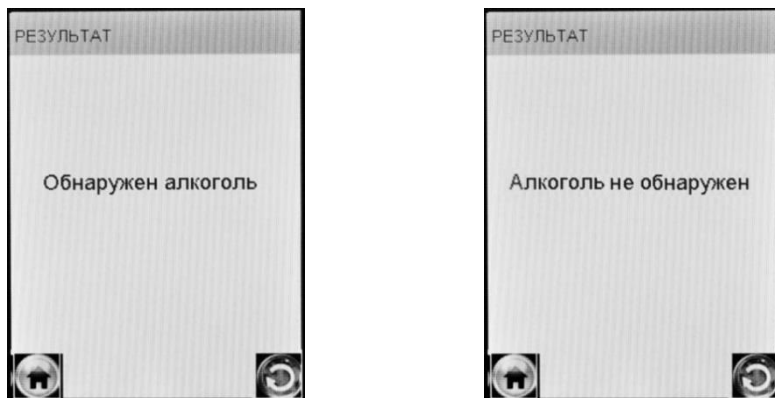

Рисунок 24 – Результаты тестов в режиме скрининга
2.12.8 В зависимости от результата тестирования на экране анализатора появляется одно из двух сообщений (рисунок 24).